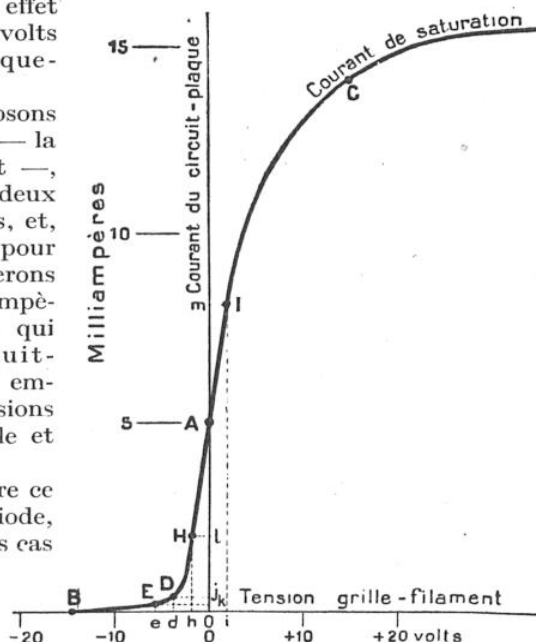
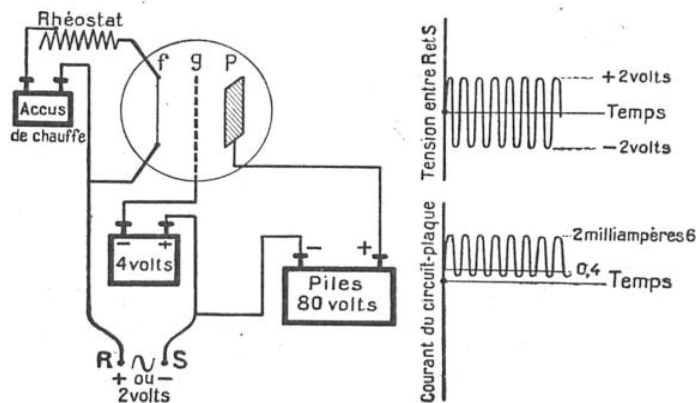
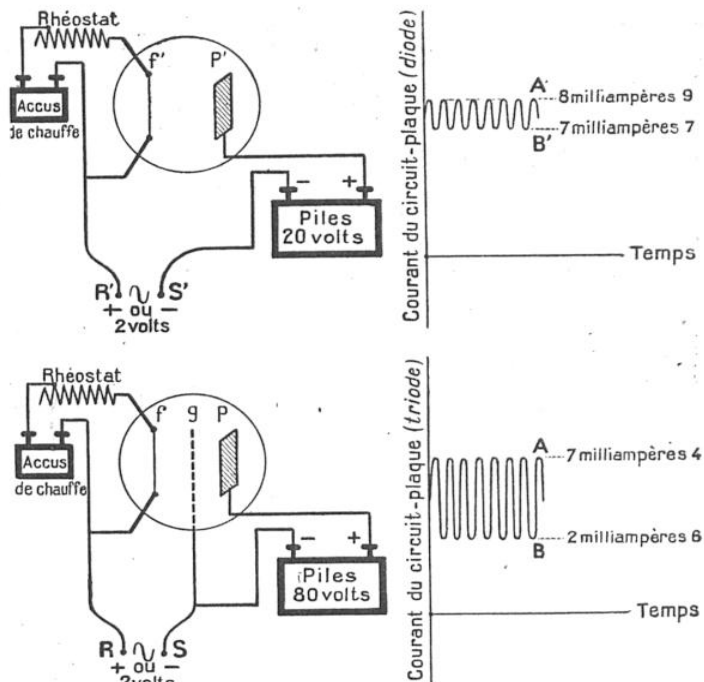
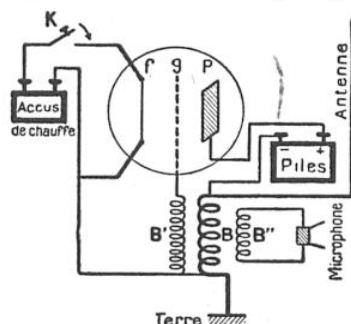

FIG. 15. — LA CARACTÉRISTIQUE (DE PLAQUE) DE LA TRIODE
FIG. 16. — LA LAMPE DÉTECTRICE
FIG. 17. — LA LAMPE AMPLIFICATRICE
FIG. 18
A. La grille *g* (fig. 12, bas) est directement reliée au filament *f* et on applique entre la plaque *p* et le filament la tension habituelle de 80 volts. La figure 12 (haut), de tous points analogue à la figure 10, montre que la plaque *P* souffre d'un manque d'électrons ; quant à la grille *G*, elle est neutre (ni défaut ni excès d'électrons). Les électrons, émis par le filament incandescent *F*, vont se précipiter sur la plaque *P*, sans se préoccuper de la grille (puisque celle-ci n'agit pas sur eux) : tout se passe ici comme si la grille n'existait pas, et les phénomènes seront les mêmes que sur la figure 10. Si nous prenons deux axes rectangulaires (fig. 15), en portant horizontalement les tensions grille-filament et verticalement les courants dans le circuit-plaque (c'est-à-dire les électrons que compte le milliampèremètre, fig. 12, bas), la tension grille-filament est nulle et le courant du
circuit-plaque est, par exemple, 5 milliampères : le point représentatif est A (fig. 15).
d'électrons : les électrons émis par *F* vont chercher à « boucher les trous », non seulement de la plaque *P*, mais encore de la grille *G* ; celle-ci favorise donc l'effet de la plaque (1). La plaque sera atteinte par une foule d'électrons et le courant qui traverse le milliampèremètre (fig. 14, bas) sera donc intense, par exemple de 14 milliampères ; et nous obtenons (fig. 15) le point C (2).
(1) A la condition naturellement que les « trous » de *G* ne soient pas trop nombreux (que la tension grille-filament ne soit pas trop grande), ce que nous supposons explicitement ; sinon, la plupart des électrons sortis de *F* seraient happés au passage par *G*, qui, alors, contrecarrerait *F*.
(2) Il y a, à nouveau, un « courant de saturation » (fig. 15), qui est obtenu lorsque tous les électrons (que le filament est capable d'émettre) parviennent à la plaque.
Référons-nous à la caractéristique de plaque (fig. 15), où le point *D* est défini par une tension grille-filament $O d = -4$ volts et par un courant du circuit-plaque $O j = 0$ milliampère 4; cette tension sera réalisée par un bloc de piles de 4 volts, dont le pôle négatif est à la grille *g* (fig. 16, gauche). A cette tension de 4 volts, nous superposons une tension alternative de 2 volts (entre *R* et *S*), dont les variations, en fonction du temps, sont représentées en haut et à droite de la figure 16. Dans ces conditions, la tension entre *g* et *f* oscille entre $O e = -6$ volts et $O h = -2$ volts, ce qui correspond aux points *E* et *H* de la caractéristique (fig. 15). Etant donné la très forte courbure (en *D*) de cette caractéristique, le courant correspondant à *E* (-6 volts) sera $O k = 0$ milliampère 2 et le courant corres-
pendant à H (-2 volts) sera $Ol = 2$ milliampères 6 : le courant du circuit-plaque restera variable (fig. 16, en bas et à droite), mais il circulera toujours dans le même sens ; si on le « module », c'est-à-dire si on applique, entre R et S , une tension d'amplitude variable, il pourra agir sur un écouteur téléphonique, qu'on introduira dans le circuit-plaque.
D'une part, entre R' et S' (fig. 17, en haut et à gauche), c'est-à-dire entre la plaque et le filament d'une diode ;
D'autre part, entre R et S (fig. 17, en bas et à gauche), c'est-à-dire entre la grille et le filament d'une triode.
Dans le premier cas, nous nous reporterons à la figure 8, qui nous montre que la tension à choisir sera, par exemple, 20 volts, ce que nous obtenons avec le bloc de piles (fig. 17, en haut et à gauche). La tension totale entre la plaque et le filament oscillera ainsi entre 18 et 22 volts, ce qui, d'après la figure 8, fournit un courant variant entre 7 milliampères 7 et 8 milliampères 9, soit 1 milliampère 2 d'écart (fig. 17, en haut et à droite).
Dans le second cas, nous jetterons un coup d'œil sur la figure 15 : la tension alternative est appliquée directement entre la grille et le filament (sans piles). Lorsqu'elle est -2 volts (longueur Oh), le courant du circuit-plaque est Ol , soit 2 milliampères 6, quand elle est $+2$ volts (longueur Oi), le courant du circuit-plaque est On , soit 7 milliampères 4, ce qui représente un écart de 4 milliampères 8 (fig. 17, en bas et à droite).
Pour expliquer le fonctionnement d'une lampe génératrice, autant prendre comme exemple un poste d'émission radiophonique (fig. 18), réduit à ses organes essentiels. Comme pour l'amplification, nous opérons au voisinage du point A du graphique 15 : la tension grille-filament reste nulle en moyenne (il
Quand on ferme le commutateur K , le filament f est porté à l'incandescence : il émet alors des électrons qui atteignent la plaque p , ce qui a pour effet de faire osciller les électrons du « circuit oscillant » (terre - bobine B - antenne). D'elles-mêmes, ces oscillations s'annuleraient vite ; mais elles provoquent dans la bobine B' des oscillations, qui produisent une tension alternative entre la grille g et le filament f . En jetant un coup d'œil sur la figure 15, on voit que cette tension $OiOkO...$ provoque un courant $AmAlA...$, c'est-à-dire des oscillations entretenues. Le microphone et la bobine B'' ne sont là que pour moduler ces oscillations.
Mais les oscillations dans B engendrent des oscillations dans B' , de telle sorte que la tension grille-filament devient immédiatement alternative : elle est représentée par la suite des points $O i O k O...$, avec 200.000 allers et retours par seconde (fig. 15); il s'ensuit que le courant du circuit-plaque sera pareillement $A m A l A...$, avec 200.000 allers et retours par seconde : les oscillations électroniques dans la bobine B seront ainsi entretenues, et il suffira de les moduler, grâce au microphone et à l'action de B'' sur B (fig. 18), c'est-à-dire de faire varier l'amplitude de ces oscillations, pour que l'antenne émette un rayonnement hertzien, qui, reçu par une antenne réceptrice, donnera des oscillations électroniques dans le poste de l'amateur ; ces oscillations, amplifiées au besoin (fig. 17, bas), puis détectées (fig. 16), agiront sur un écouteur ou sur un haut-parleur, qui reproduiront les sons reçus par le microphone (fig. 18).